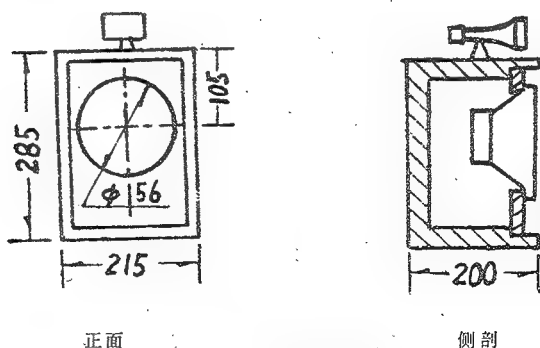

图6 水磨石制音箱
3. 水磨石塑制音箱构造: 自制密闭复合式音箱, 混凝土结构。尺寸如图6。